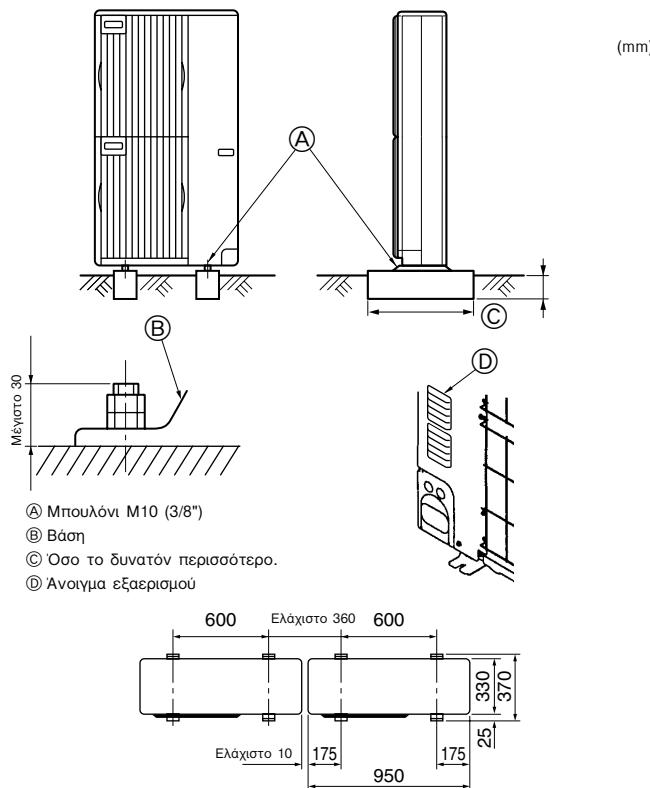

Fig. 3-1
- Η μονάδα πρέπει να τοποθετηθεί σε σταθερή και επίπεδη επιφάνεια για την αποφυγή θορύβου κατά τη λειτουργία. (Fig. 3-1)